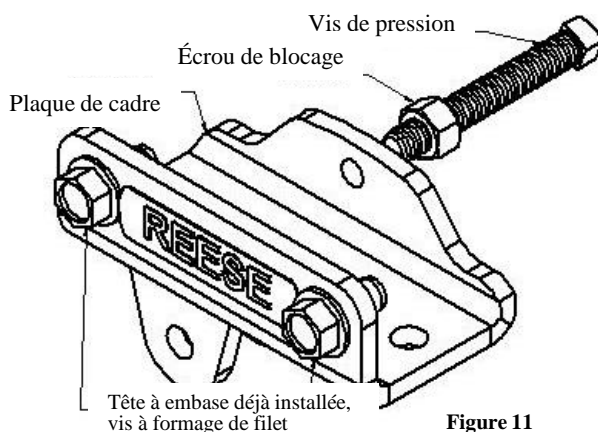

Figure 11
4. Enfiler un écrou hexagonal 1/2-13 (écrou de blocage) sur les boulons à tête carrée 1/2-13 X 3 1/2" et poser les fixations dans les supports de cadre comme illustré à la figure 11.